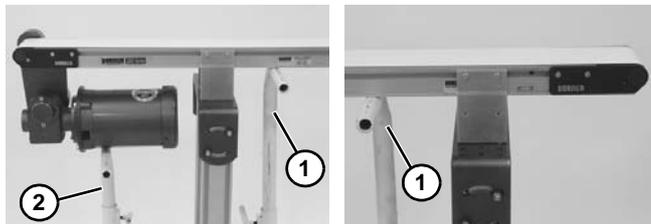

Figure 46
1. S'assurer que les supports temporaires (Figure 46, élément 1) sont bien placés sous les deux extrémités du convoyeur. Placer un support supplémentaire (Figure 46, élément 2) sous le moteur d'entraînement, si le convoyeur en est équipé. Voir AVERTISSEMENT.